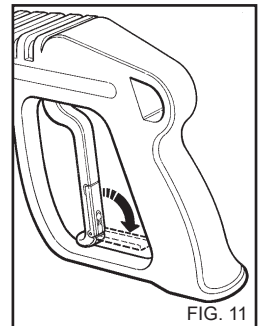

FIG. 11
- Quando l'idropulitrice non viene utilizzata chiudere il dispositivo di sicurezza dell'impugnatura (fig.11).